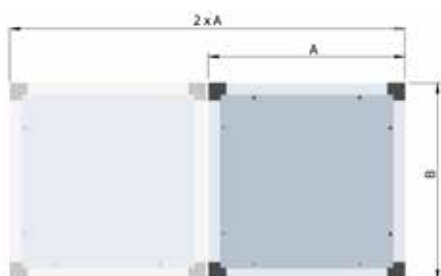

Figura 10: MUB Condición para el montaje (back)
- Cuando el MUB / T debe ser configurado para garantizar que el espacio suficiente para la instalación del dispositivo está disponible (Importante para el motor debido a una Motor-/Laufgradwechsel, véase la Figura 10).